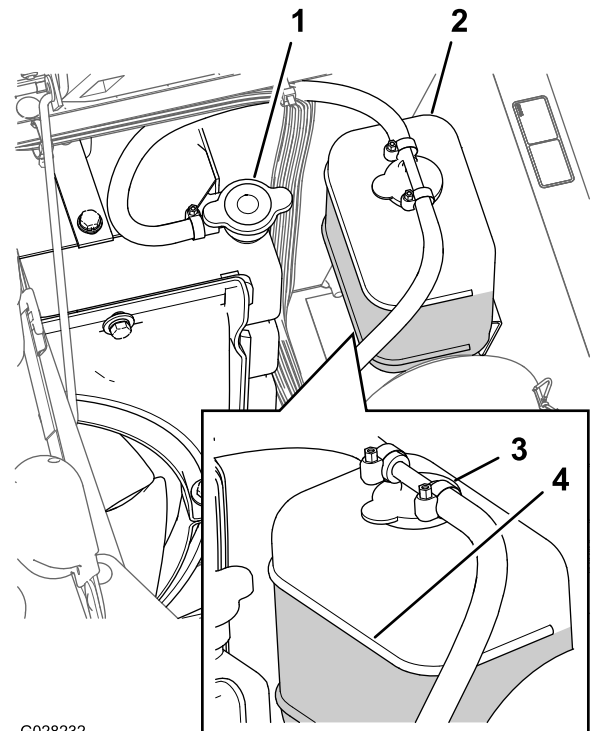

Figura 100
3. Retire cuidadosamente el tapón del radiador y el tapón del depósito de expansión (Figura 100).
Nota: El radiador debe llenarse hasta la parte superior del cuello de llenado, y el depósito de expansión debe llenarse hasta la marca Lleno del depósito (Figura 100).
5. Si el nivel de refrigerante es bajo, retire el tapón del depósito de expansión y el tapón del radiador, y llene el depósito de expansión hasta la marca Lleno (Figura 100) y el radiador hasta la parte superior del cuello de llenado ().
6. Coloque el tapón del radiador y el tapón del depósito de expansión (Figura 100).
2. Espere hasta que se haya enfriado el motor, luego retire el tapón del radiador (Figura 100).
6. Retire el tapón del radiador (Figura 100).
8. Arranque el motor con el tapón del radiador aflojado (Figura 100).
10. Una vez que el refrigerante se ha calentado, añada más refrigerante hasta que el nivel llegue a la superficie sellante del tapón, y apriete el tapón (Figura 100).
11. Abra el tapón del depósito de expansión y llene el depósito con refrigerante hasta el nivel de "Frío" (Figura 100).